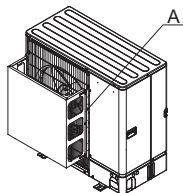

Fig. 2-4
- (2) Monter en luftkanal hvis enheten monteres på et sted der sterk vind fra en orkan osv. kan komme direkte inn i luftutløpet. (Fig. 2-4)